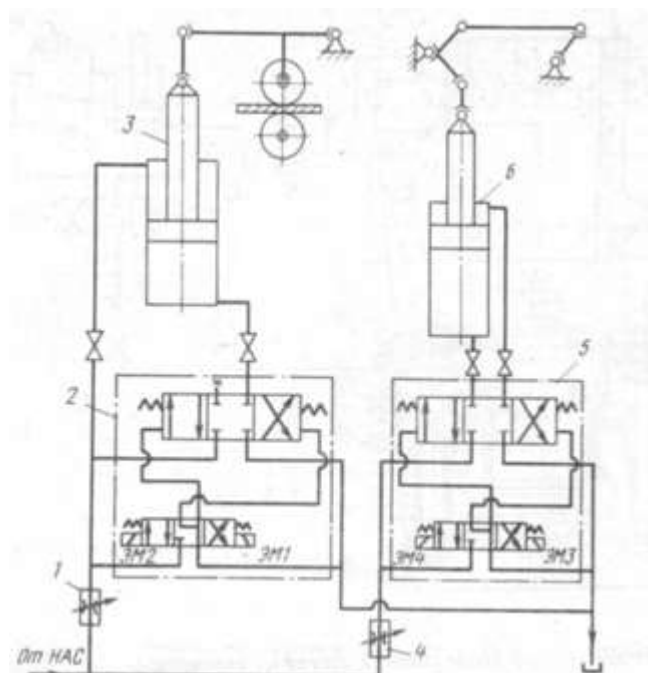

Рисунок 30 – схема гидравлическая верхнего ролика тянущеправильной машины и поворотного лотка машин непрерывного литья заготовок
На МНЛЗ гидроприводом осуществляется перемещение сталеразливочного и промежуточного ковшей, поворотных лотков механизма уборки и хранения затравки, подъем и опускание верхних роликов тянуще-плавильных машин, работа гидронуликов для порезки заготовки. На рис. 30 приведен гидросхема привода верхнего ролика тянущеправильной машины и поворотного лотка. От насосно-аккумуляторной станции рабочая жидкость через дроссель 1 проходит к гидрораспределителю 2 с электрогидравлическим управлением, с помощью которого рабочая жидкость либо подводится в поршневую полость гидроцилиндра 3 привода верхних роликов (при подъеме), либо эта полость соединяется со сливом (при опускание).
1. Выполнить чертеж схемы рис.30 и проставить буквенно-цифровое обозначение.